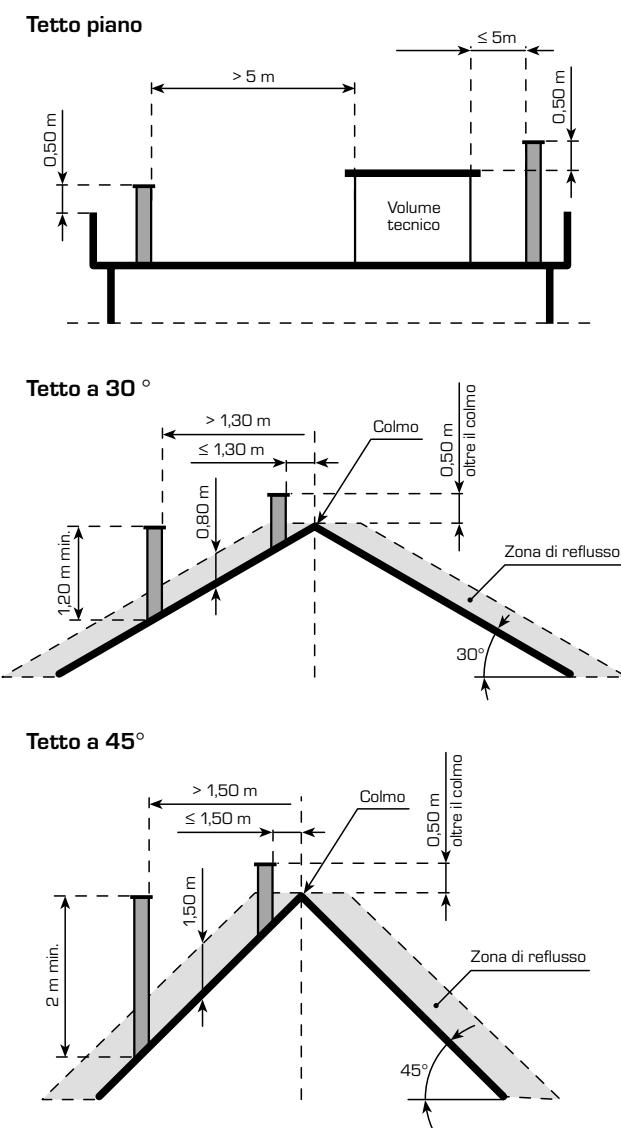

Fig. 4
- essere dotata alla sommità di un comignolo, il cui sbocco deve essere al di fuori della cosiddetta zona di reflusso al fine di evitare la formazione di contropressioni, che impediscono il libero scarico nell'atmosfera dei prodotti della combustione. È necessario quindi che vengano rispettate le altezze minime indicate in fig. 4;